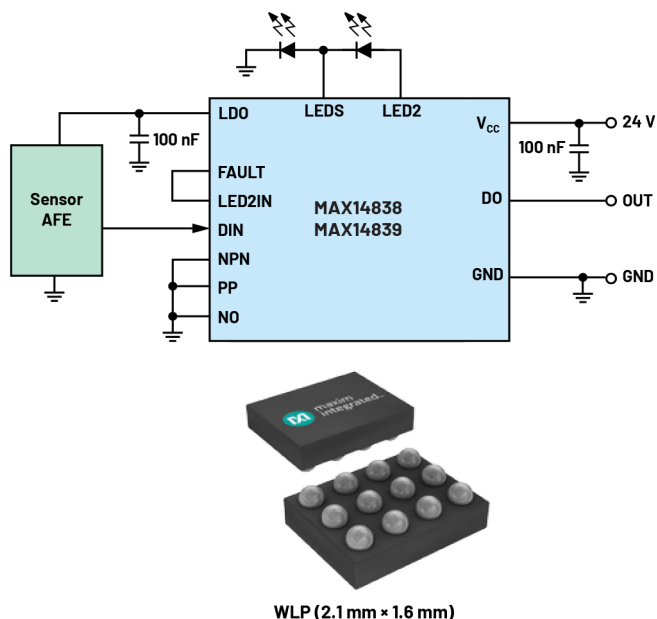

图50. MAX14838/MAX14839开关量传感器驱动器
- ▶ 片内5 V线性稳压器(MAX14838)/3.3 V线性稳压器(MAX14839)（图50）